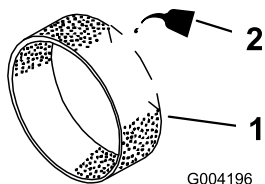

Figura 18
- Ponga una o dos onzas de aceite en el pre-filtro (Figura 18).